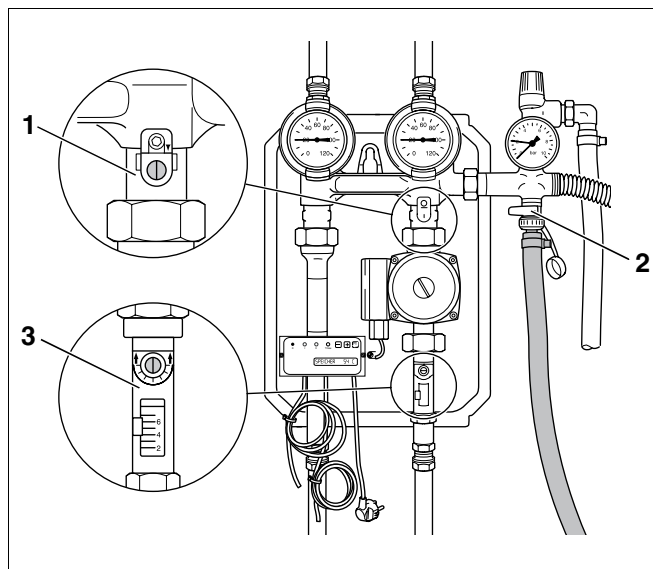
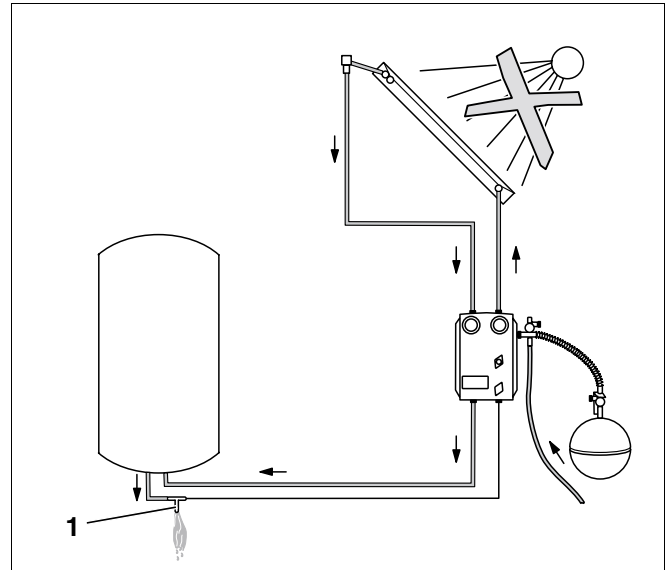

Fig. 18 Unidade de um consumidor com dispositivos de fecho
Fig. 20 Lavar o sistema parcial esquerdo
- Rode a fenda do parafuso de ajuste (Fig. 18, **Item 1**) para a posição vertical, para abrir o travão.
- Rode a fenda do parafuso de ajuste (Fig. 18, **Item 3**) para a posição vertical, para abrir o limitador de caudal.
- Abra a torneira E/D no grupo de segurança (Fig. 18, **Item 2**, Página 22) e a torneira E/D na tubagem de retorno do termoacumulador solar (Fig. 20, **Item 1**).
- Lave o sistema parcial esquerdo com água canalizada (Fig. 20). Para o efeito, certifique-se de que a pressão da instalação não é ultrapassada.